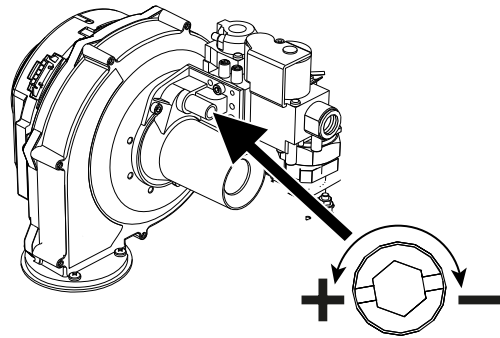

рис. 79- Винт регулировки максимального расхода
- Если значения не соответствуют вышеуказанным, отрегулируйте CO2 с помощью регулировочного винта (см. рис. 79), приведя их к указанным величинам.